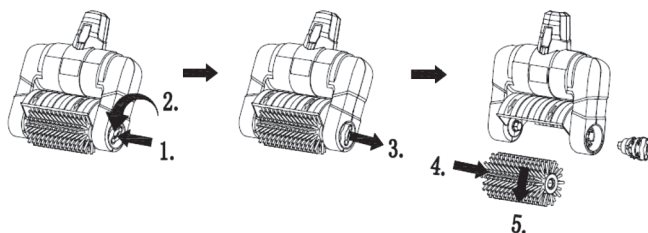

Fig. 3
A. Smontare la spazzola di plastica del rullo (12), fare riferimento alla Fig. 3.